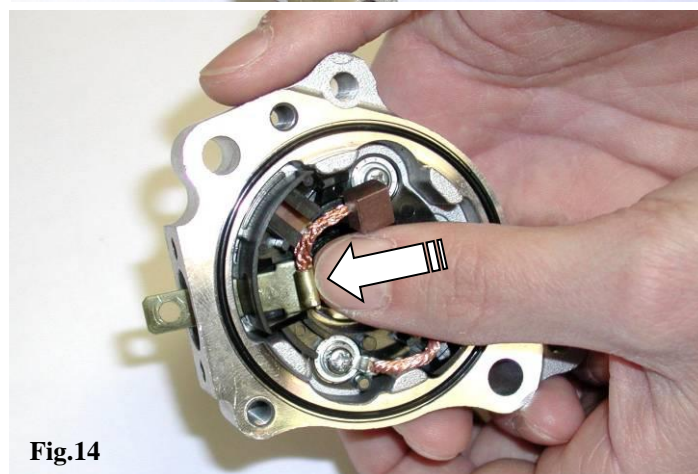

Fig.14
- INSTALLER UN NOUVEL ENSEMBLE DE CHARBON (Voir fig. 14).